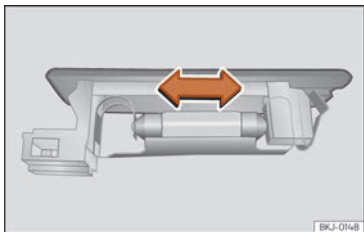

Fig. 113 Éclairage du coffre à bagages.
- Appuyez sur l'ampoule latéralement et retirez-la du logement »» fig. 113.